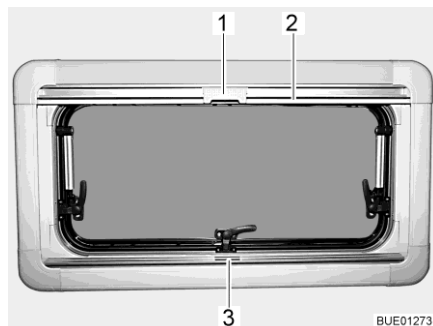
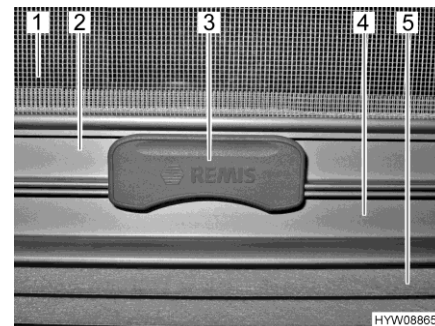

Fig. 53 Fenêtre projetante
Fig. 54 Cran
Le dispositif occultant plissé (Fig. 54,5) se trouve dans le caisson du bas.
- Saisir le dispositif occultant plissé par le centre de la barre-poignée (Fig. 53,3 et Fig. 54,4), le tirer du bas vers le haut et le relâcher à la hauteur voulue. Le dispositif occultant plissé reste alors à cette hauteur.
La moustiquaire (Fig. 54,1) se trouve dans le caisson du haut.
- Tirer la moustiquaire par la barre-poignée (Fig. 53,2 et Fig. 54,2) vers le bas jusqu'à ce qu'elle entre en contact avec celle du dispositif occultant plissé (Fig. 54,4).
- Verrouiller le cran (Fig. 53,1 et Fig. 54,3) de la moustiquaire avec la barre-poignée du dispositif occultant plissé. Quand le cran est verrouillé, le dispositif occultant plissé et la moustiquaire peuvent être réglés en même temps.
- Presser le cran (Fig. 54,3) en haut de la moustiquaire.
- Ramener lentement la moustiquaire en arrière au moyen de la barre-poignée (Fig. 53,2).